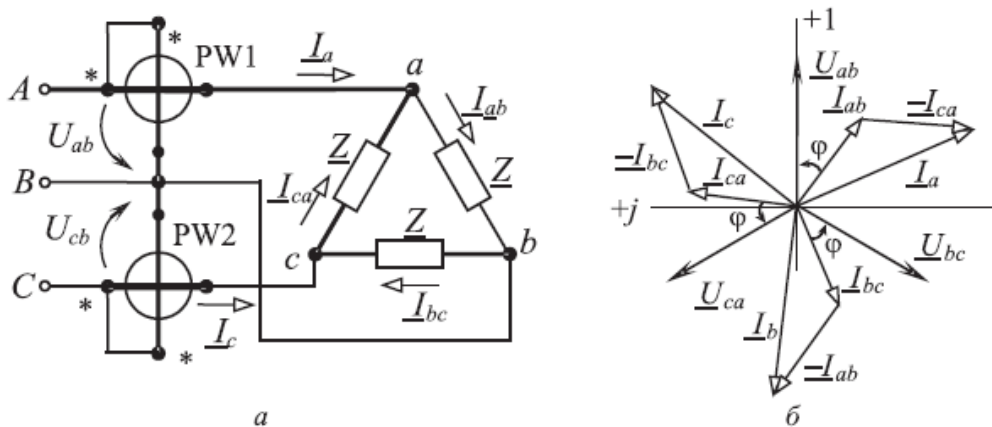

Рис. 9.12
**ЗАДАЧА 9.14.** В цепи (рис. 9.12, а)  $U_{\text{л}} = 220 \text{ В}$ ,  $Z = 80 + j60 \text{ Ом}$ . Определить показания ваттметров  $PW1$ ,  $PW2$  и мощность  $P$ , потребляемую приемником.